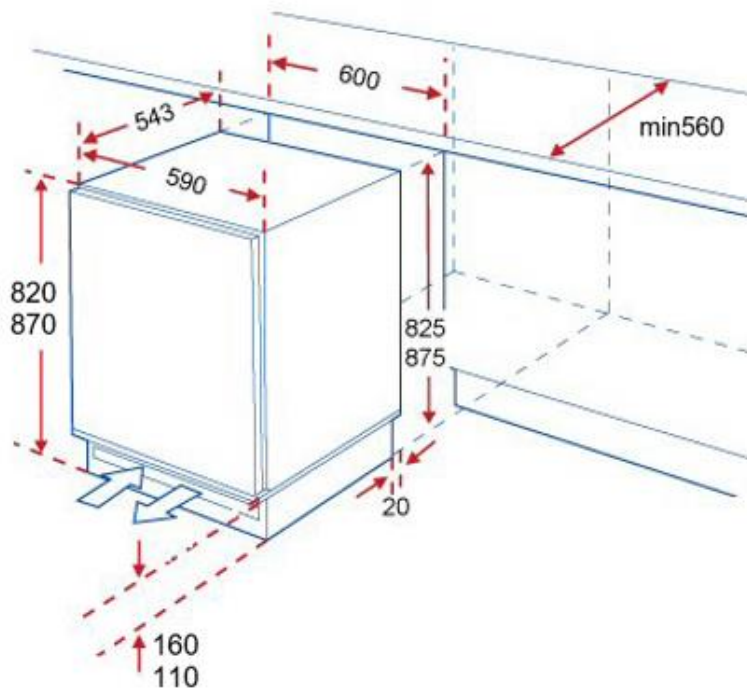

Abb. 1
1. Die Maße der Nische müssen mit denen auf Abbildung 1 übereinstimmen.